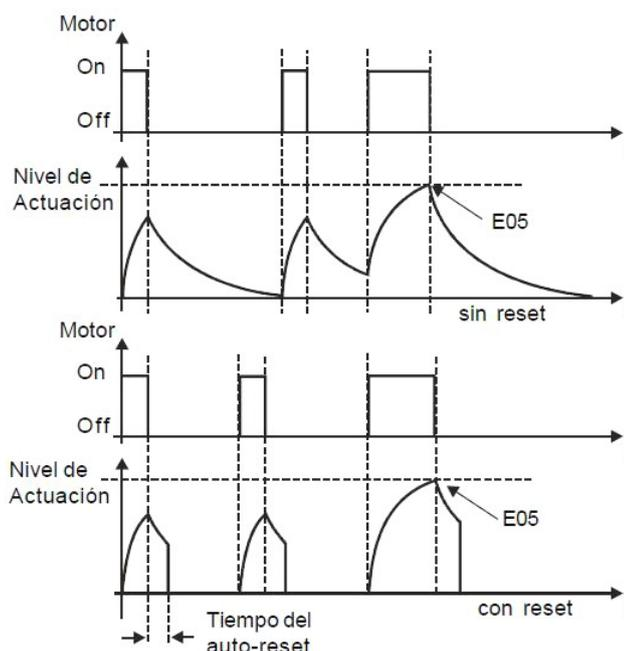

Figura 15.11: Reset de la Imagen Térmica del Motor.
- P0847 define un tiempo para reset de la imagen térmica del motor. Puede ser utilizado para poner a cero la imagen térmica después de un tiempo que el motor se encuentra desaccionado, conforme presentado en la Figura 15.11.